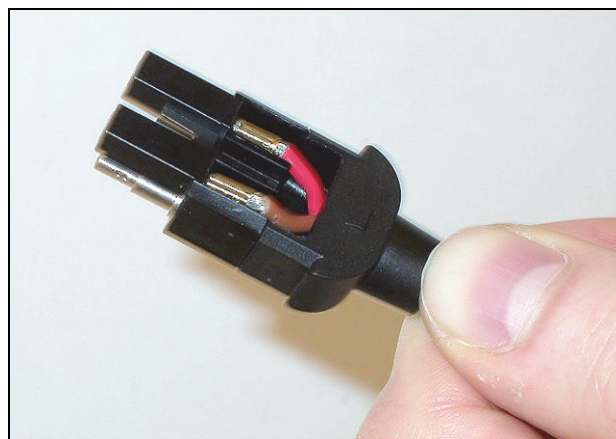

figure 30.34: Assemblage bloc de montage/gaine arrière
- 29 Placez le bloc de montage dans la gaine arrière (voir figure 30.34).